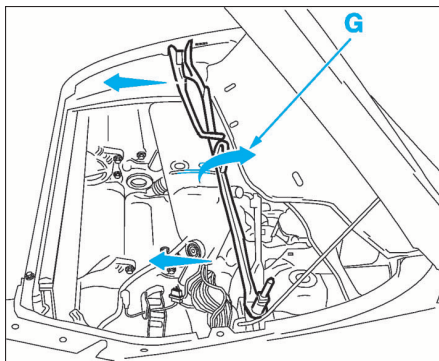

FIG. 19
- Pivoter le mécanisme suivant (G) pour le dégager vers l'avant (Fig.19).